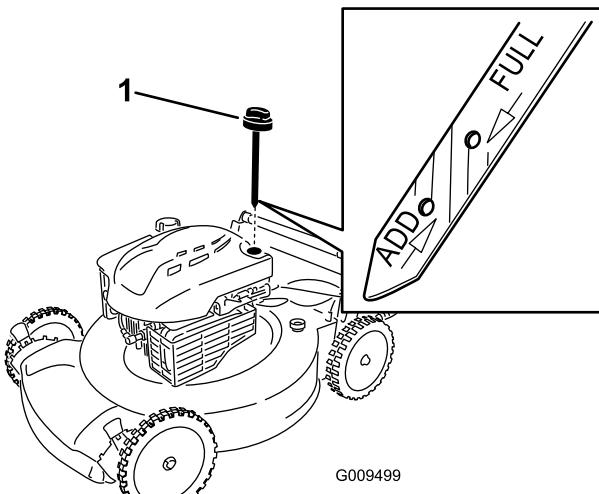

Figure 26
- Retirez la jauge de niveau du tube de remplissage (Figure 26).